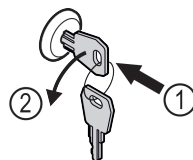

Fig. 205
- Introducir la llave. Fig. 205 (1)
- Girar la llave 90° en sentido antihorario. Fig. 205 (2)